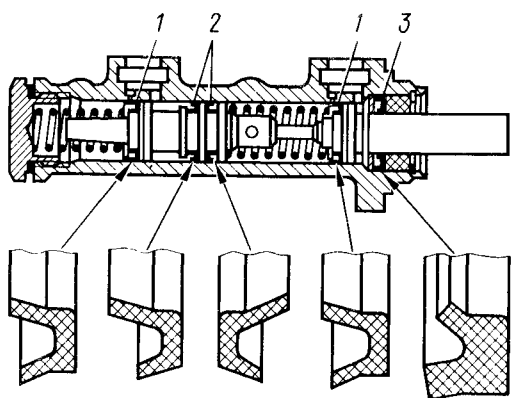

Рис. 190. Установка манжет главного цилиндра:
1. Установите манжеты на поршнях, как показано на рис. 190, избегая их перевертывания.